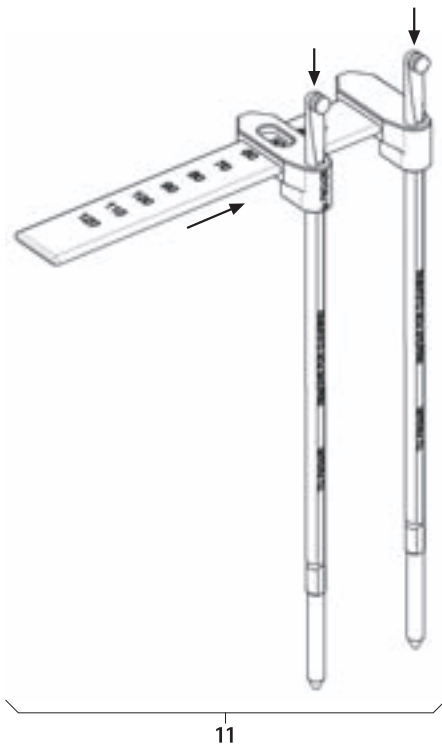

Abb. 17
- Stablängen-Messinstrument 11 montieren, siehe Abb. 17.